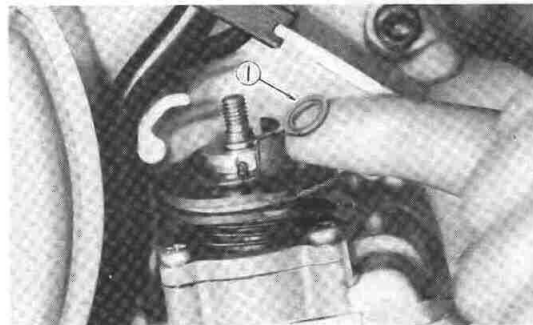

Fig. 2-3-11
- c. Remove or add an adjustment shim as required. (Fig. 2-3-11)
- c. Enlevez ou ajoutez une cale si nécessaire. (Fig. 2-3-11)